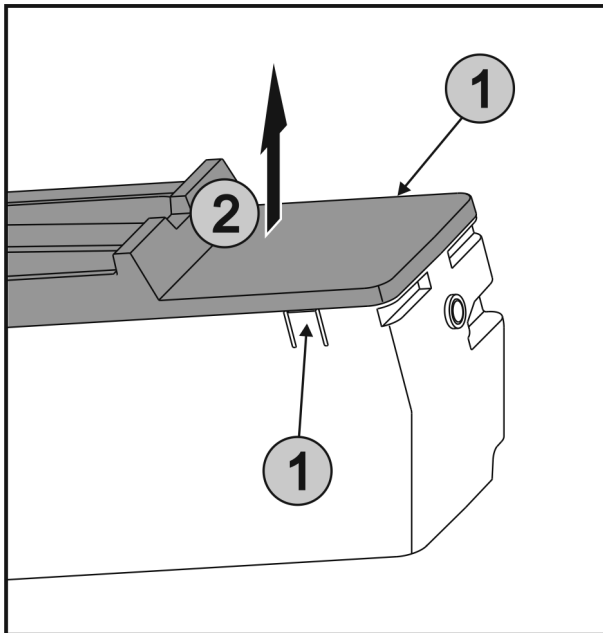

Fig. 52
- Premere contemporaneamente le linguette Fig. 52 (1) su entrambi i lati di EasyTwist-Ice e rimuovere la copertura sollevandola verso l'alto Fig. 52 (2).